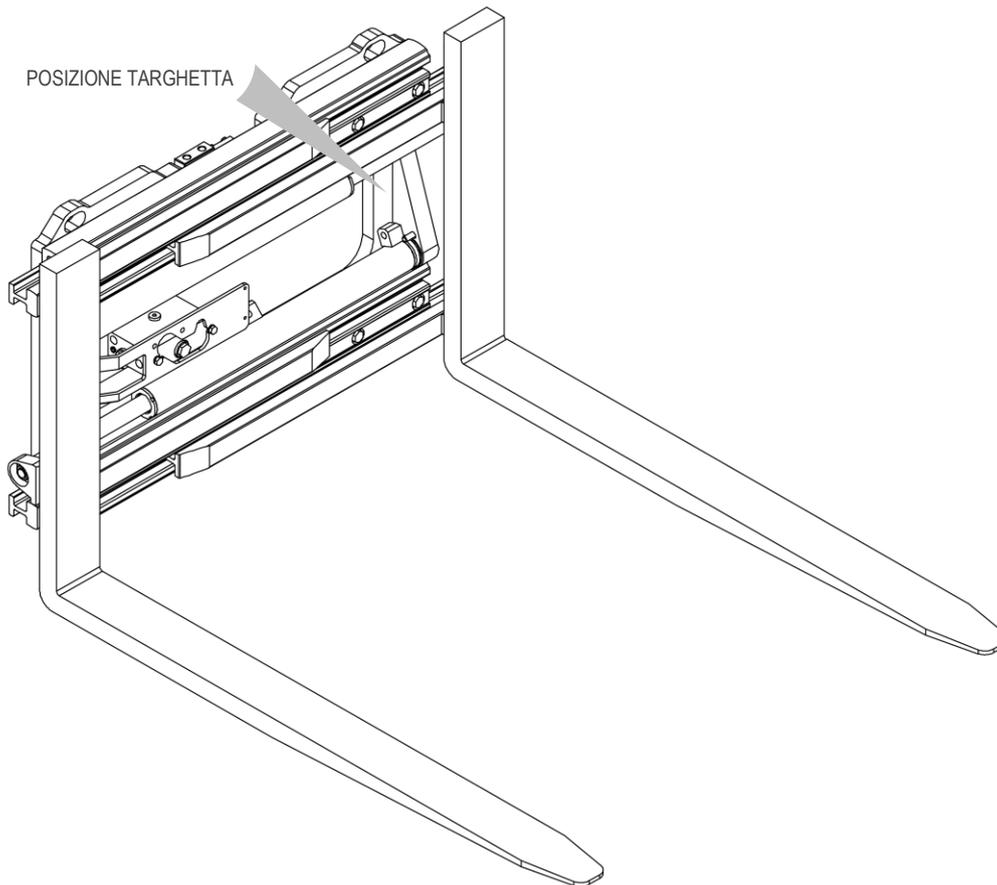

Figura 1
Tutte le attrezzature A.T.I.B. - “PINZA CON FORCHE SALDATE TIPO 474.170 | PINZA CON FORCHE ROTANTI TIPO 474.150 | PINZA CON FORCHE ROTANTI IDRAULICAMENTE TIPO 474.152” vengono identificate mediante targhetta adesiva (vedi *Tabella 1*) posizionata sull’attrezzatura (vedi *Figura 1*), fare sempre riferimento al numero di matricola.
5. Per la movimentazione devono essere utilizzate cinghie o catene opportunamente dimensionate rispetto al peso dell'attrezzatura indicato in targhetta (vedi *Figura 1* e *Tabella 1* a pag.7).
9. Collegare il circuito idraulico, assicurandosi che la pressione di esercizio delle tubazioni sia superiore o uguale a quella indicata sulla targhetta di identificazione (vedi *Figura 1* e la *Tabella 1* a pag.7).
6. Per la movimentazione devono essere utilizzate cinghie o catene opportunamente dimensionate rispetto al peso dell'attrezzatura indicato in targhetta (vedi *Figura 1* e la *Tabella 1* a pag.7).